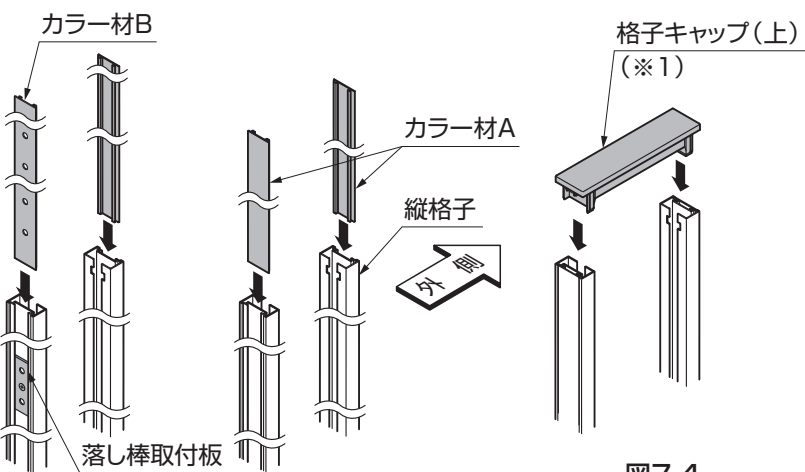

図7-3
- ③縦格子にカラー材Aまたはカラー材Bを差込んでください。(図7-3参照)